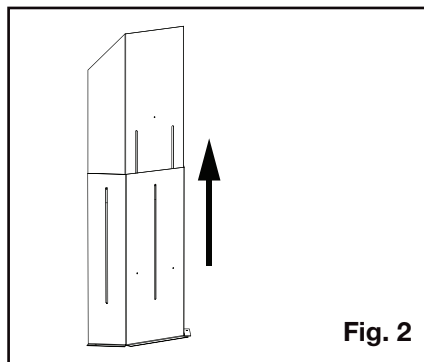

Fig. 2
2. Ajustez le bouclier d'évent à sa verticale maximale (Figure 2).